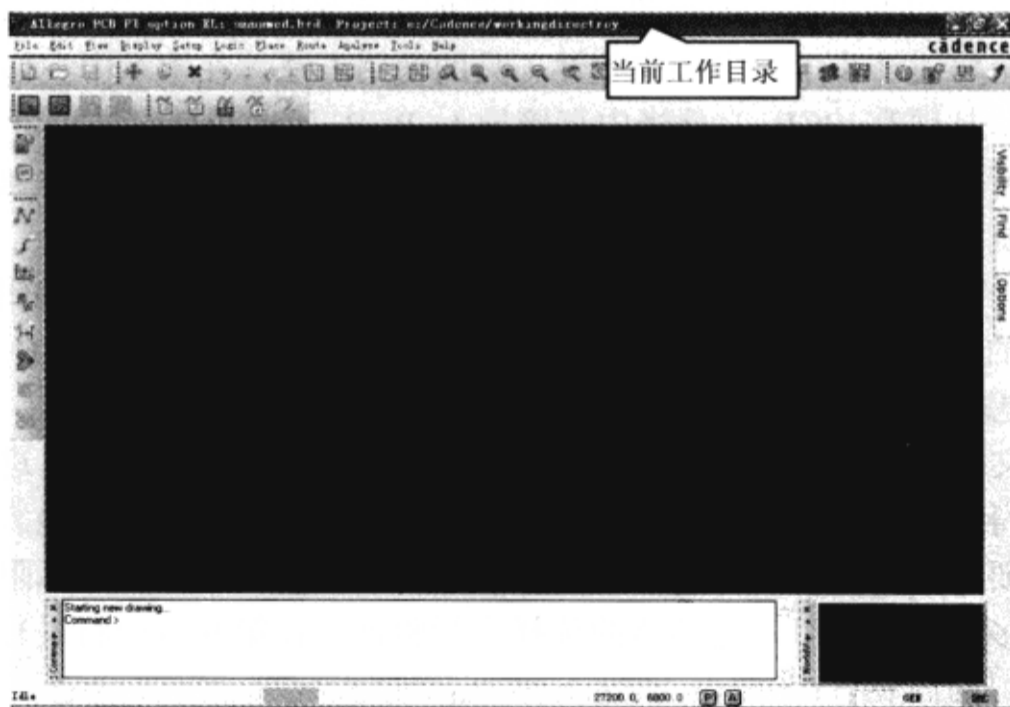

图 8-8-2 “Allegro PCB PI option XL”窗口
(2) 在“Select the Product”列表框中选择“Allegro PCB PI option XL”，弹出“Allegro PCB PI option XL”窗口，如图 8-8-2 所示。